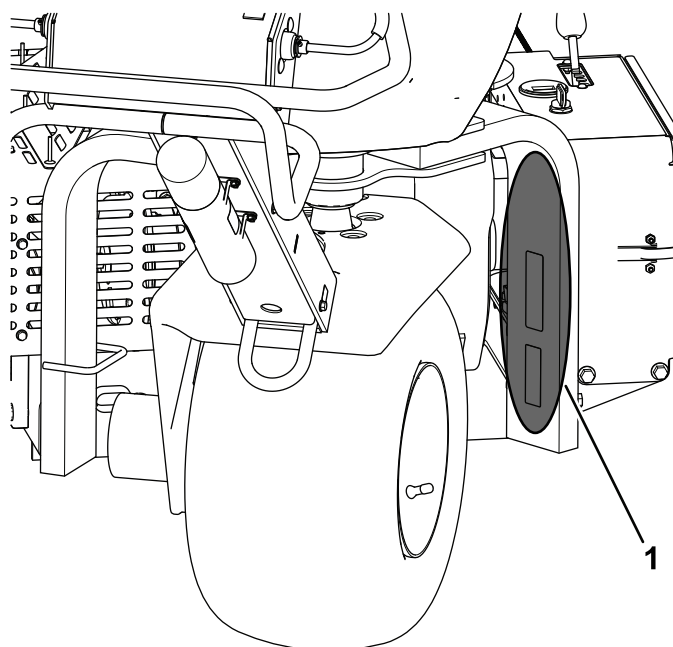

**Figura 10**
3. Inserite il bullone nella leva del dispositivo di fermo (Figura 10).